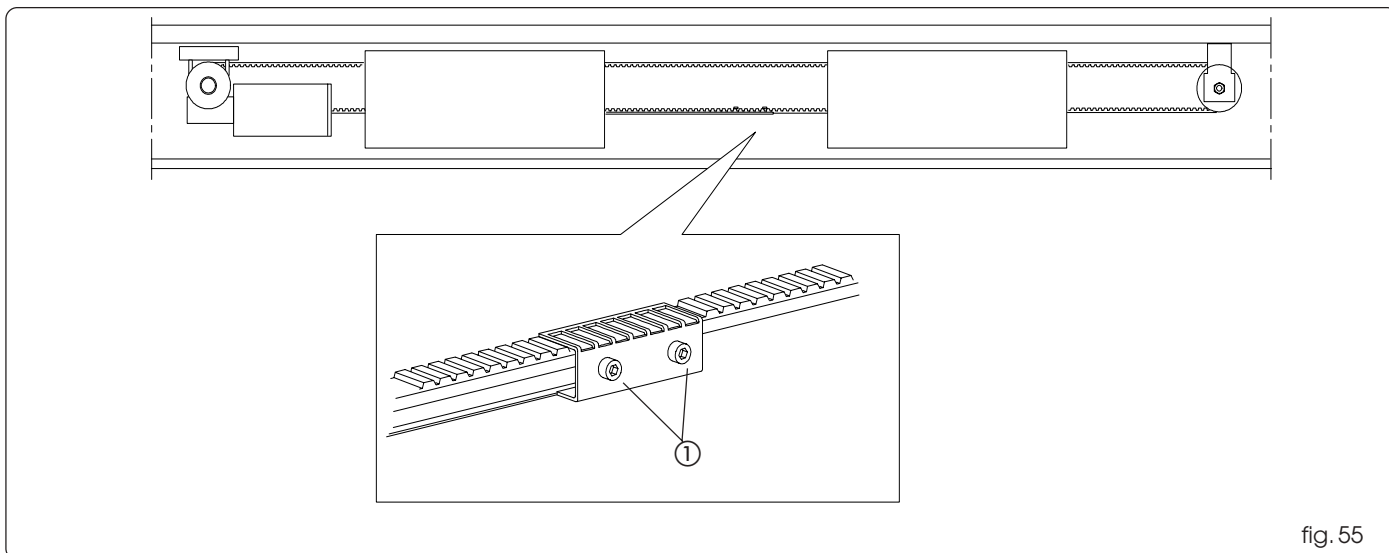

fig. 55
Le module d'actionnement est fourni avec une seule tige d'actionnement déjà fixée à la courroie, toujours raccordée à la branche inférieure et tournée vers la gauche (fig. 55).
En cas de porte à vantail unique à ouverture à gauche, desserrer les deux vis de blocage (fig. 55 réf. ①) et amener manuellement la tige d'actionnement vers la droite.